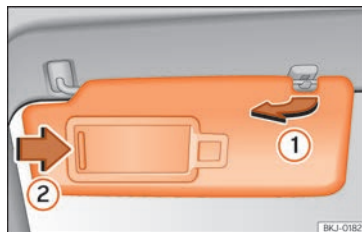

Fig. 77 Parasol.
- El parasol puede extraerse de la fijación y girarse hacia la puerta » fig. 77 ①.